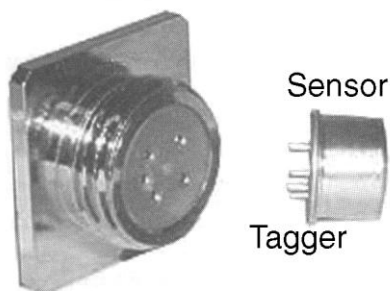

Fig. 4
2. Hold lekkasjesøkeren med fronten mot deg og fest sensoren på skruegjengene på enden av lekkasjesøkeren. Legg merke til at det er fem hull som skal passe til de fem taggene på sensoren, se fig. 4.